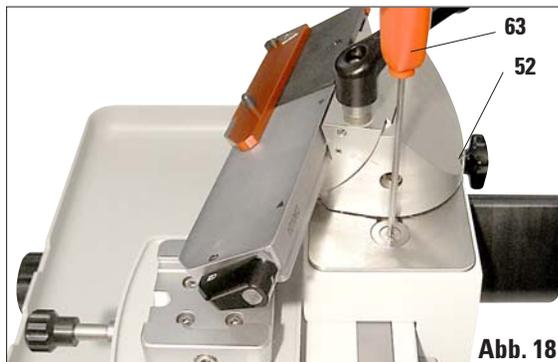

Abb. 18
- Den Klingenhalter (9) so auf die Nutenplatte (50) aufsetzen, dass das T-Stück (53) an der Unterseite in die Nut (54) eingeführt wird.
- Klingenhalter ganz nach hinten schieben, so dass die runde Einsetzöffnung (56) für das T-Stück zugänglich wird.
- Dann den Klingenhalter (9) um ca. 90° drehen (Abb. 18) und den Stopfen (18), der die Einsetzöffnung (56) verschließt, einsetzen und mit dem Sechskant-Stiftschlüssel T25 (63) festschrauben.